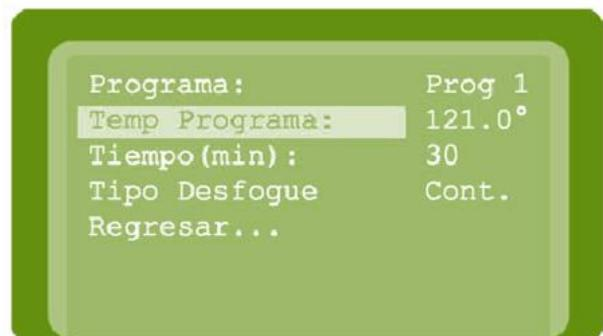

Figura 5
7. Si desea modificar la temperatura en uno de los programas, pulse la tecla **DECREMENTAR** y baje al renglón de “Temp Programa” (Figura 5) pulse la tecla **ENTER** para editar la temperatura, se pondrá en intermitente el parámetro “121.0”. Pulsando las teclas **DECREMENTAR** o **INCREMENTAR** seleccione el valor de la temperatura requerida y fije el valor pulsando la tecla **ENTER**.